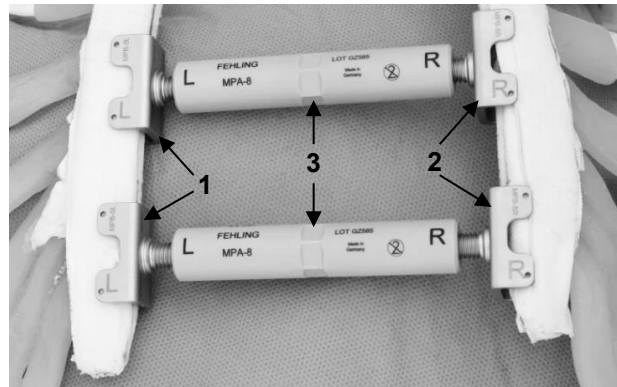

Fig. 2: Esempio di configurazione per impiego in presenza di osteoporosi
Diversamente dal procedimento applicato in altri gruppi di pazienti destinatari, è necessario utilizzare **due** retainer sternali, costituiti da un dado in PEEK (3) e due lame sternali (1 e 2) (MPB-5R/L, MPB-6R/L) posizionati paralleli tra loro (fig. 2).